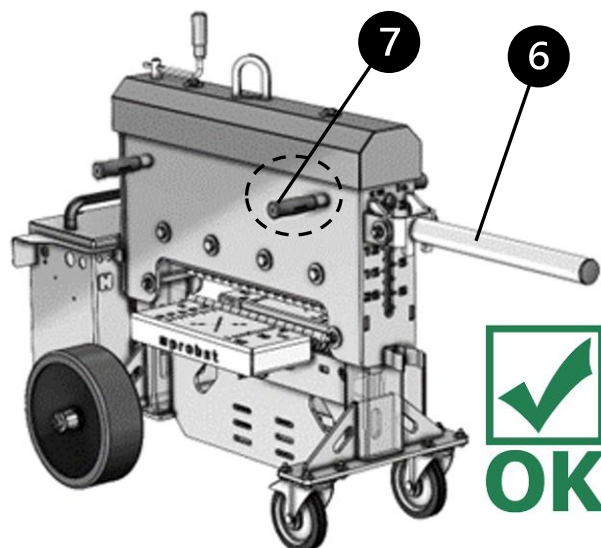

Fig. 2
- Pour ce faire, le levier de transport **6** doit être placé en position horizontale. → Fig. 2